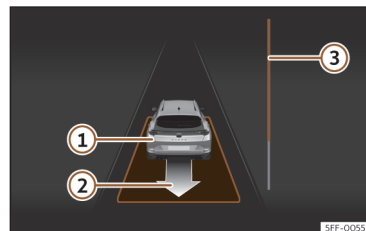

Fig. 153 Sur l'écran du combiné d'instruments : sortir d'une place de stationnement en créneau.
- Reculez jusqu'à ce que retentisse le signal continu du ParkPilot ; **OU** : reculez jusqu'à ce que l'indication de passer en marche avant apparaisse sur l'écran du combiné d'instruments. La barre de progression >>> **fig. 153 ③** indique la distance à parcourir.